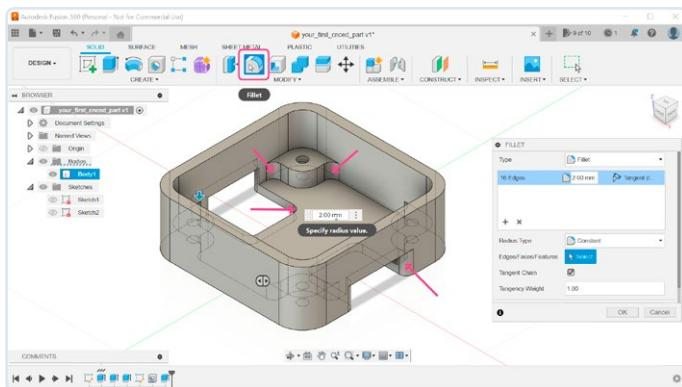

Figure 19. Arrondi des bords intérieurs.
19. Le boîtier est presque prêt. Nous avons une forme de base, des supports avec des trous filetés et des ouvertures au fond du boîtier pour accéder aux connecteurs. Au point où nous en sommes, il serait intelligent d'ajuster la forme pour rendre la fabrication plus facile. Comme la fraise possède un certain diamètre, il est impossible de créer des bords intérieurs tranchants. Nous pouvons facilement y remédier en ajoutant un arrondi avec l'outil **Fillet** (figure 19) dans le groupe **Modify**. Lorsque l'outil est activé, sélectionnez tous les coins intérieurs en angle droit et entrez une petite valeur d'arrondi — par exemple, 2 mm.